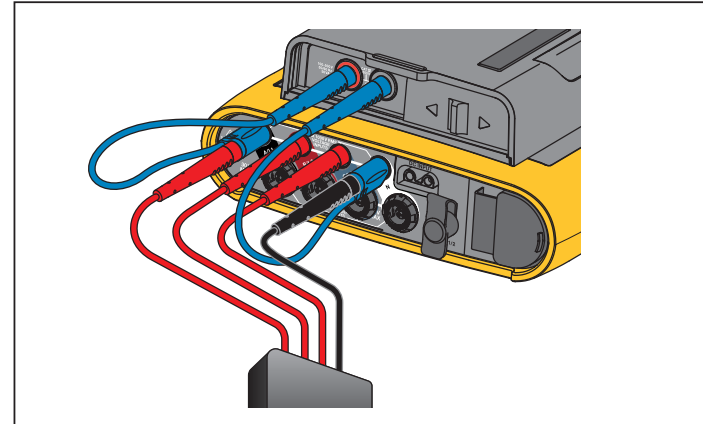

Abbildung 8. Messung mit Neutralleiterspannung und Gerätestromversorgung
- Verbinden Sie N mit dem zweiten Netzteileneingang. Siehe Abbildung 8.